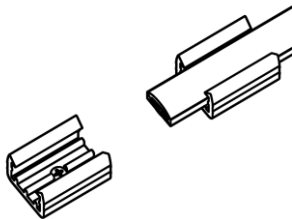

Рисунок 5.
5.6. Смонтируйте ленту на поверхности при помощи скоб для накладного монтажа (входят в комплект с лентой) (см. рисунок 5). Поворот ленты возможен только в вертикальной плоскости. Минимальный радиус поворота ленты 60мм. Изгибать ленту в горизонтальной плоскости запрещается.